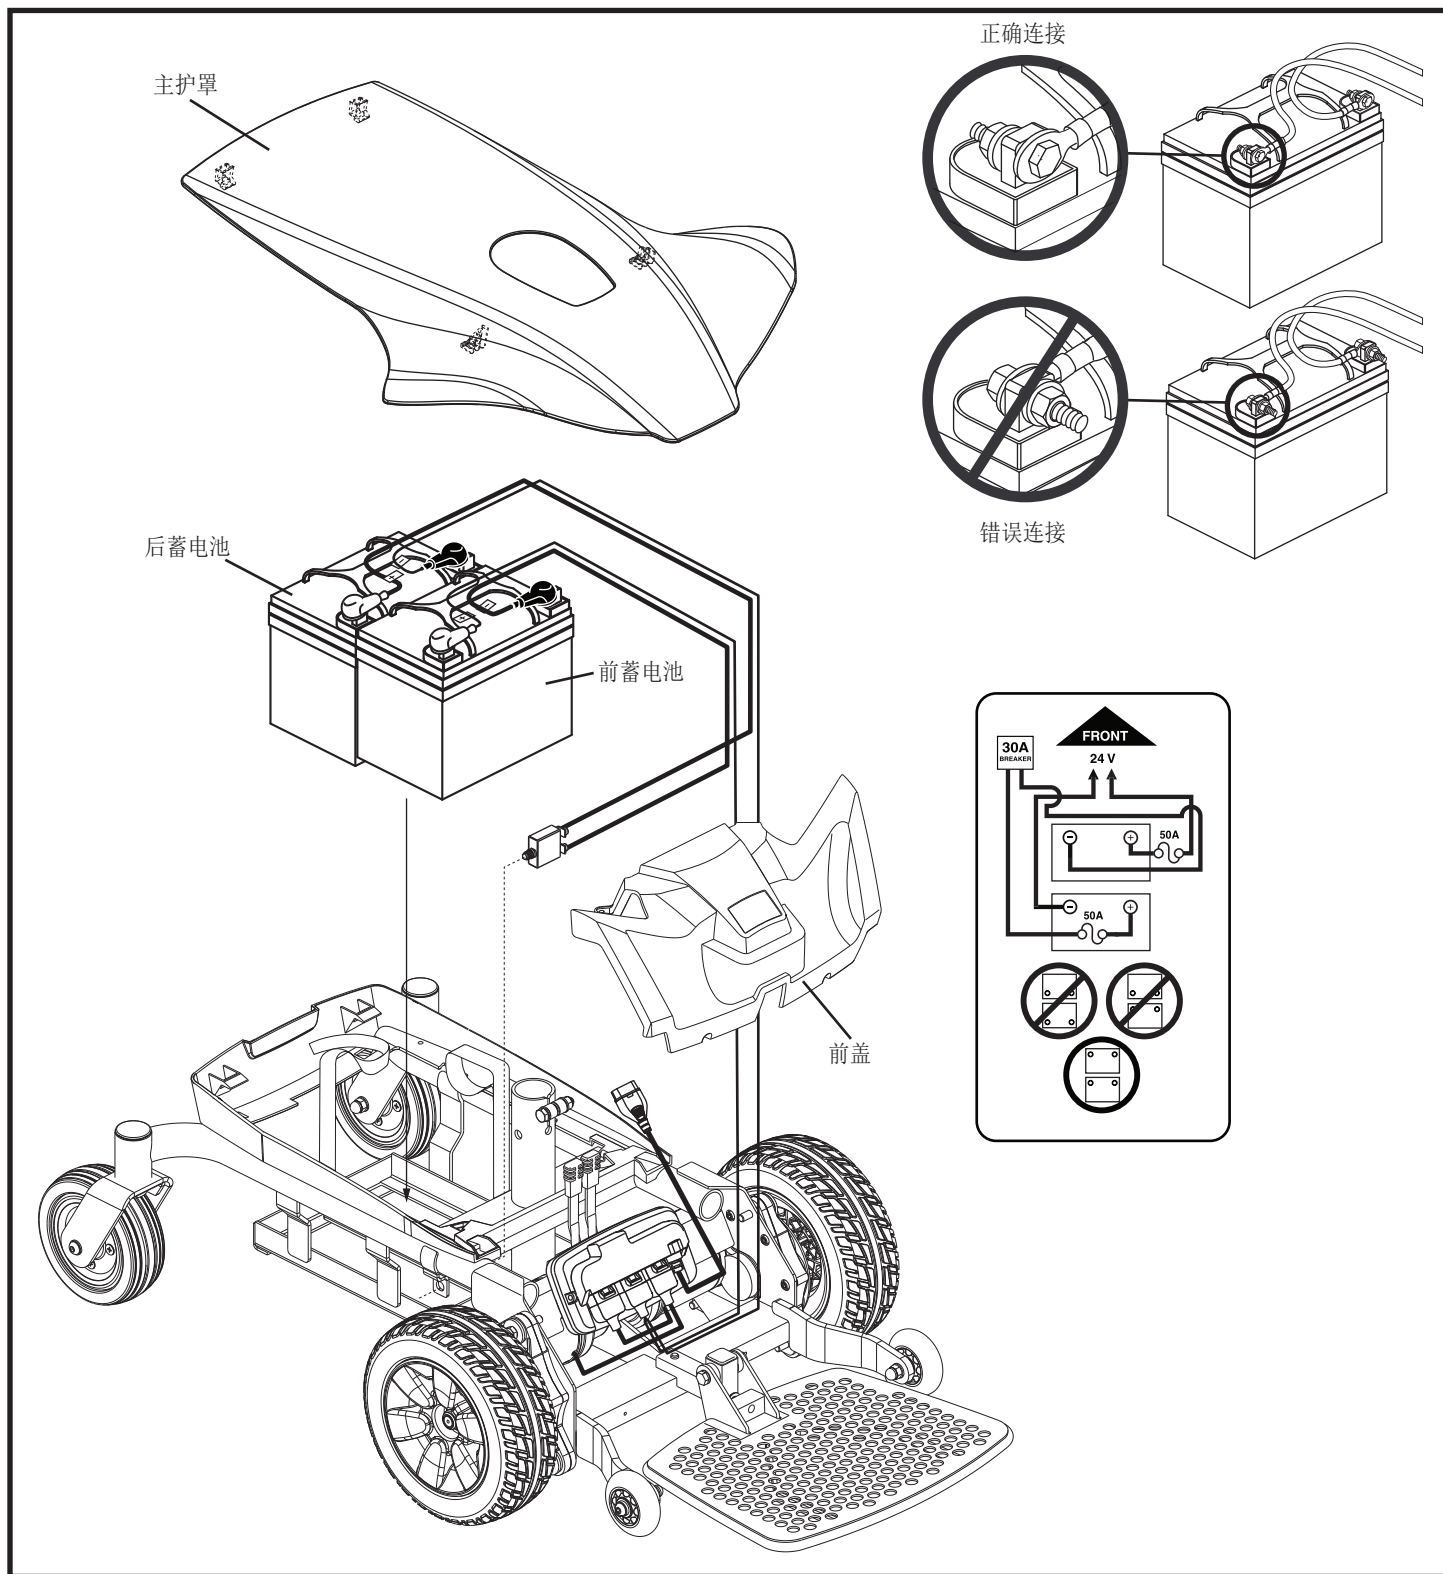

图18. 蓄电池安装（座位分拆图）
4. 抬升主护罩后部拆卸主护罩，直至其与椅身护罩脱离。与椅身护罩脱离后，将主护罩向前滑动，直至卡扣与椅身护罩分离。将护罩抬高到座杆的正上方。见图18。
5. 解开蓄电池带。见图18。
6. 将蓄电池缆线与每个蓄电池的接线柱分离。见图18。
8. 将新蓄电池装入蓄电池座盘。确保每个蓄电池的接线柱面向电动轮椅前部。见图18。
9. 根据蓄电池接线图将前部蓄电池缆线连接至前部蓄电池接线柱。确保蓄电池接线柱硬件面向正确方向。见图18。
10. 根据蓄电池接线图将后部蓄电池缆线连接至后部蓄电池接线柱。确保蓄电池接线柱硬件面向正确方向。见图18。